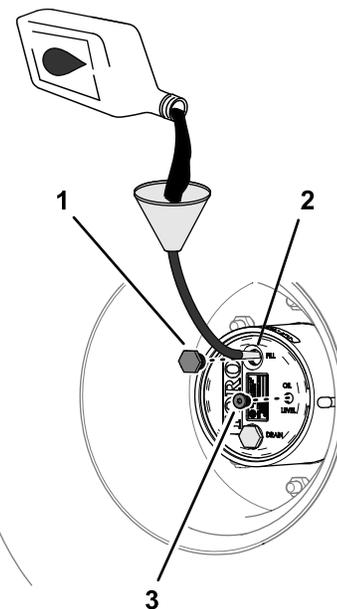

Figure 85
4. Si le niveau d'huile est trop bas, enlevez le bouchon de remplissage et ajoutez l'huile spécifiée jusqu'à ce qu'elle ressorte par le trou du bouchon de contrôle (Figure 85).
6. Remettez en place les bouchons de remplissage et de contrôle (Figure 85).
- Versez lentement l'huile pour engrenages spécifiée par l'orifice du bouchon de remplissage ; voir Figure 85 sous Contrôle du niveau de lubrifiant du train planétaire \(page 68\).
- Remettez en place les bouchons de remplissage et de contrôle du niveau d'huile ; voir Figure 85. sous Contrôle du niveau de lubrifiant du train planétaire \(page 68\)